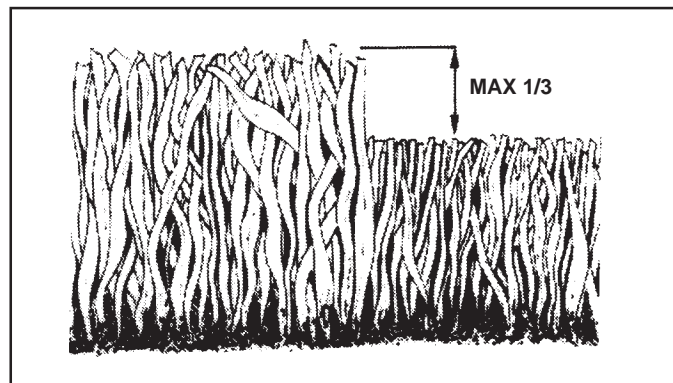

FIG. 4
- Pour la meilleure coupe, ajustez la hauteur de coupe de tondeuse afin que la tondeuse coupe seulement le tiers du haut de l'herbe (Voir Fig. 4). Pour la tonte de broyeuse grosse, réduisez la largeur de coupe et tondez lentement.